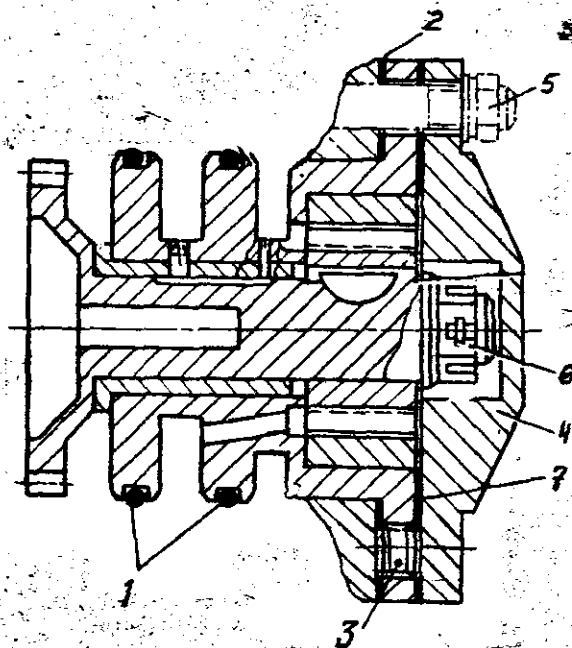

Рис. 28. Замена насоса откачки масла из коробки приводов:
2. Отверните шесть гаек 5 (рис.28) со шпилек крепления насоса, снимите пружинные и плоские шайбы.